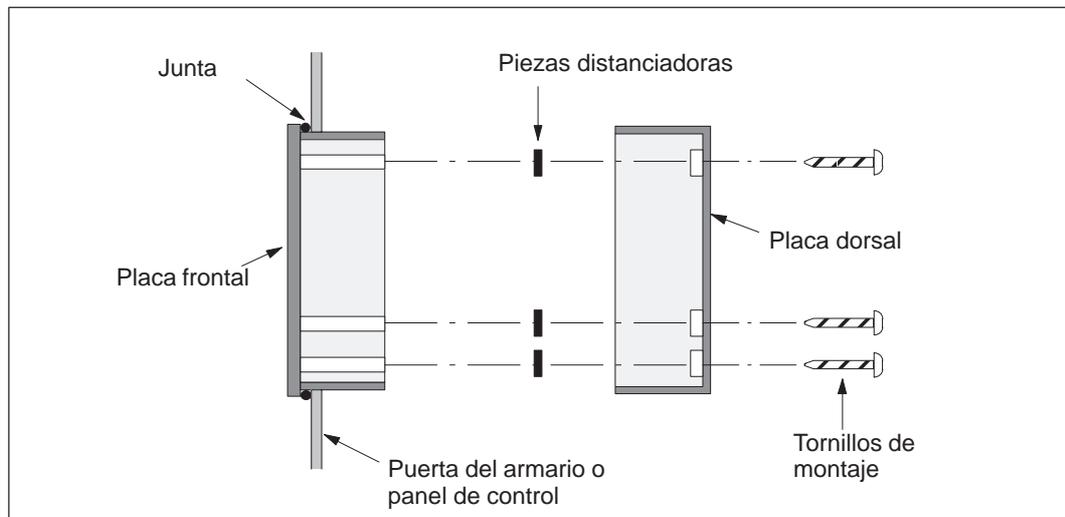

Figura 1-4 Disposición de las piezas distanciadoras
Piezas distanciadoras	Para el montaje del TD 200 en una superficie se incluyen piezas distanciadoras autoadhesivas (v. figura 1-4).
2. Disponga las piezas distanciadoras sobre los orificios previstos para los tornillos en el lado interior de la placa dorsal. Dichas piezas ejercen presión sobre la placa de circuitos del TD 200 cuando éste se monta (v. figura 1-4).
Para finalizar el montaje del TD 200 (v. también la figura 1-4):